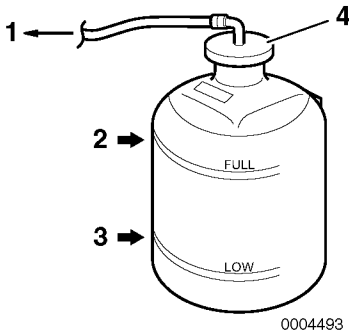

Figure 12
6. Vérifiez le niveau du liquide de refroidissement dans le réservoir. Le niveau doit être situé à la marque PLEIN (Figure 12, (2)).
7. Retirez le bouchon du réservoir (Figure 12, (4)) pour ajouter du liquide de refroidissement si nécessaire. N'ajoutez pas d'eau.
9. Vérifiez le tuyau en caoutchouc (Figure 12, (1)) reliant le réservoir au réservoir de liquide de refroidissement / échangeur de chaleur. Remplacez-le s'il est endommagé.